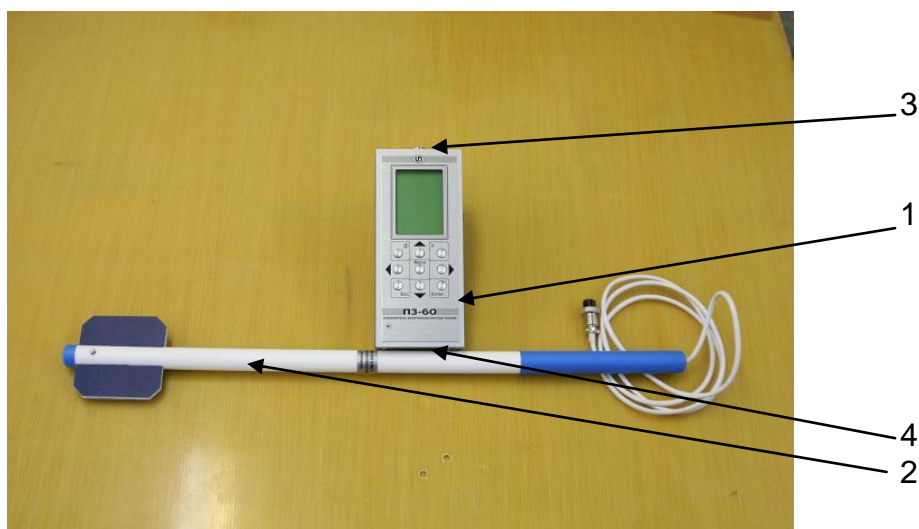

Рисунок 1
5.3.1 Внешний вид прибора представлен на рис.1. Прибор состоит из блока измерения и индикации 1 и антенного преобразователя 2.